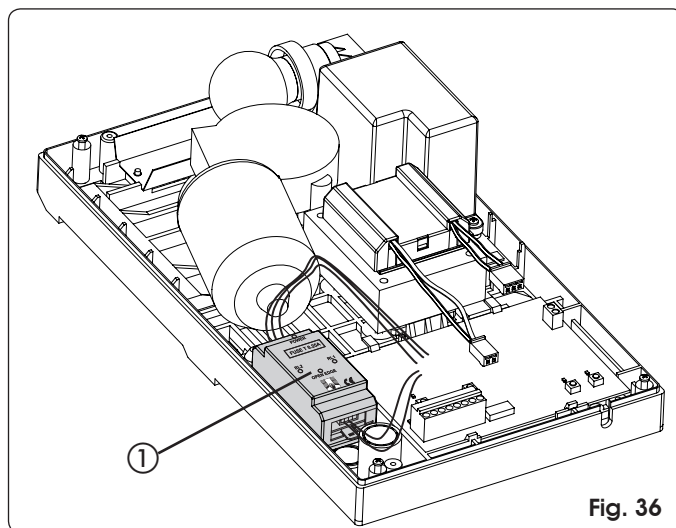

Fig. 36
Het gebruik van de veiligheidslijst met een geleidend element wordt vereenvoudigd door de mogelijkheid de bijbehorende besturingseenheid in de aandrijving te plaatsen (Fig. 36 ref ①). Handel als volgt:
- Plaats de bedieningseenheid erin zoals aangegeven in Fig. 36.